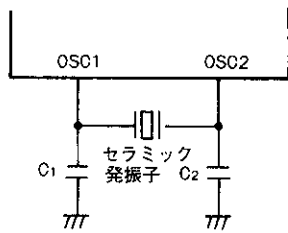

図1 セラミック発振回路
- (注1) 図1の発振回路及び保証定数で内部発振させた場合、発生する発振振幅まで許容するものとする。